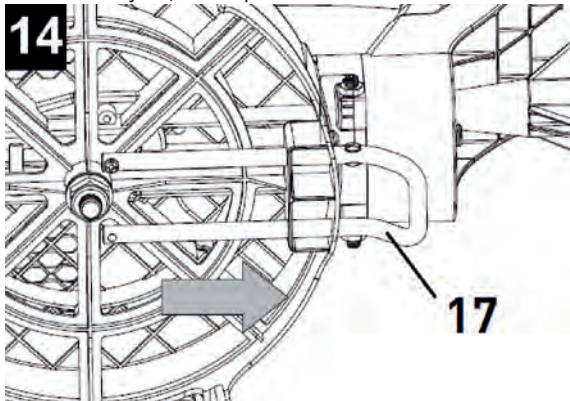

Рисунок 14
17. Выдвижная опора (рис. 14 и 15)